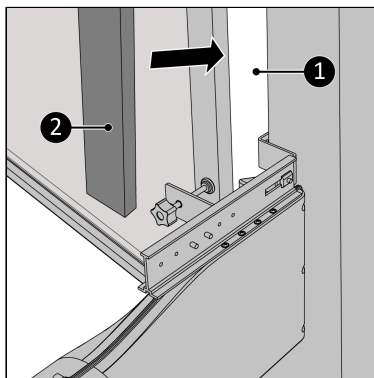

Abbildung 118.
- Füllen Sie die Freiräume (Abbildung 118, Pos. 1) mit dem gelieferten Isolierschaum (Abbildung 118, Pos. 2) auf, schneiden Sie den Schaum ab, falls notwendig*.